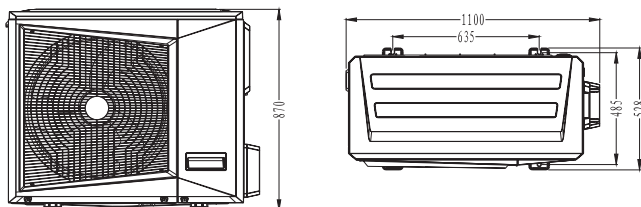

Рис. 3-1 Размеры наружного блока
1. На рис. 3-1 представлен общий вид и размеры блоков моделей KVM120HZAN1, KVM140HZAN1, KVM160HZAN1.